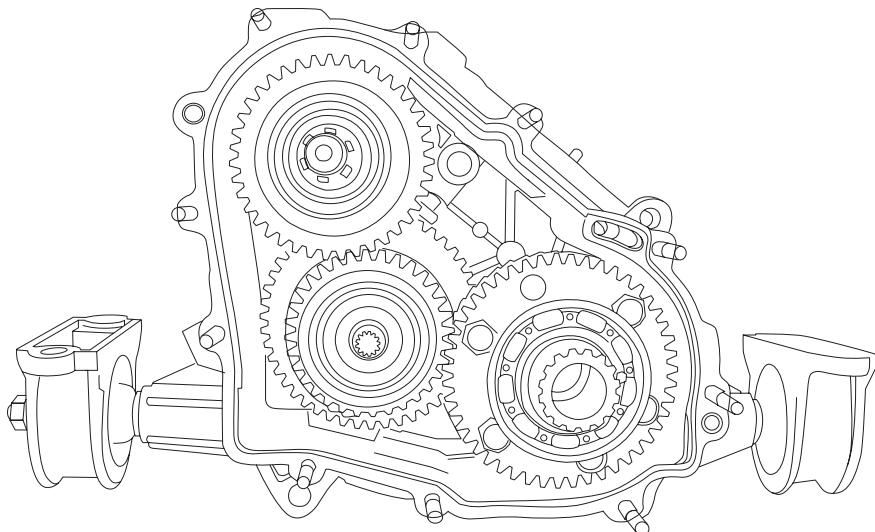

Рис. 6
**! ВНИМАНИЕ:** Ведущий, промежуточный валы и дифференциал раздаточной коробки в сборе с шестерней устанавливаются в картер раздаточной коробки одновременно (Рис. 6).